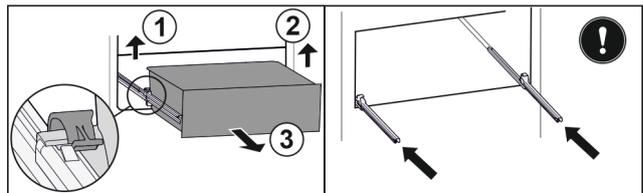

Fig. 78
- ▶ Повдигнете лявата скоба и едновременно с това изтеглете напред чекмеджетото отляво. Fig. 78 (1)
- ▶ Повдигнете дясната скоба и едновременно с това изтеглете напред чекмеджетото отдясно. Fig. 78 (2)
- ▶ Извадете чекмеджетото напред. Fig. 78 (3)